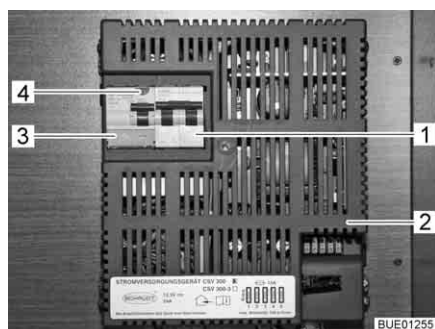

Bild 131 230 V-automatsäkring och FI-brytare (CSV 300)
En jordfelsbrytare (FI-brytare) (Bild 131,3) i strömaggregatet CSV 300 (Bild 131,2) skyddar hela fordonet mot läckström (0,03 A).
En senare inkopplad tvåpolig ledningsskydds brytare (Bild 131,1) i strömaggregatet säkrar 230 V-nätet.
- När fordonet är anslutet till 230 V-försörjningen: Tryck på kontrollknappen (Bild 131,4). Jordfelsbrytaren (FI) måste lösa ut.